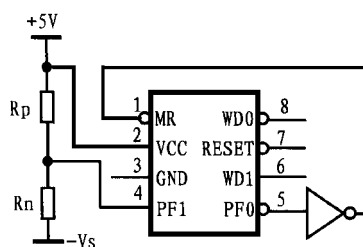

图 4 电源电压监视电路
(2) IMP706 的电源故障电路也能监视负电源电压。当负电源正常时,PF0 为低电平;当负电源变差(不够负)时,PF0 为高电平(正电源被监控的情况与此相反)。为了触发复位,需将 PF0 反相后接至 MR 端,如图 4 所示。